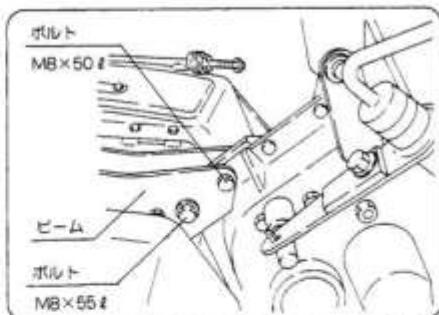

図56
- ① ビーム取付ボルト2本(M8×50ℓ、M8×55ℓ各1本)のナットをゆるめてください。(図56)